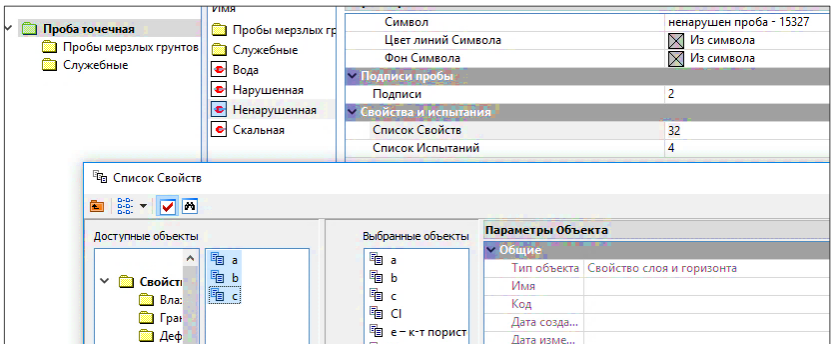

Рис.10.4
10. Далее в **Редакторе геологического классификатора** на вкладке **Проба точечная**, для Ненарушенной, из списка свойств в параметрах добавим три наших новых свойства (рис. 10.4). Нажмите ОК.